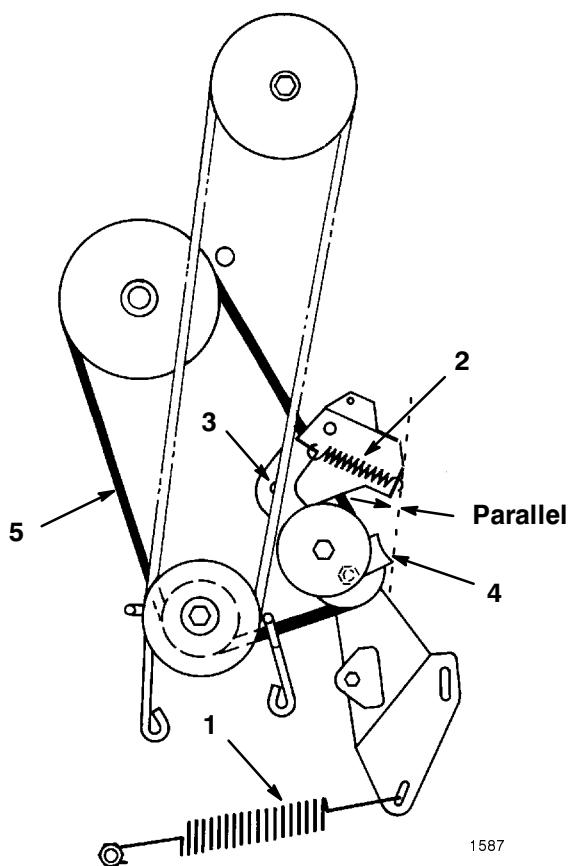

Abbildung 25
7. Die große Radantriebsfeder von der Befestigungsschraube loshaken (Abb. 25). Beim Entfernen der Feder vorsichtig sein, weil sie unter starker Spannung steht.
8. Die Leerlauffeder vom Führungsrollenbügel loshaken (Abb. 25).
9. Sicherungsmutter und Unterlegscheibe entfernen, mit denen der Führungsrollenbügel am Rahmen befestigt ist, und den Bügel entfernen (Abb. 25).
10. Die Sicherungsmutter an der Riemscheibe lösen, bis die Riemenführung entfernt werden kann (Abb. 25). Den Riemen von allen Scheiben entfernen.
- Hinweis:** Bei der erneuten Installation der Riemenführung an der Führungsrolle darauf achten, daß die Kante der Riemenführung parallel zum Rahmen liegt, siehe Abbildung 25.